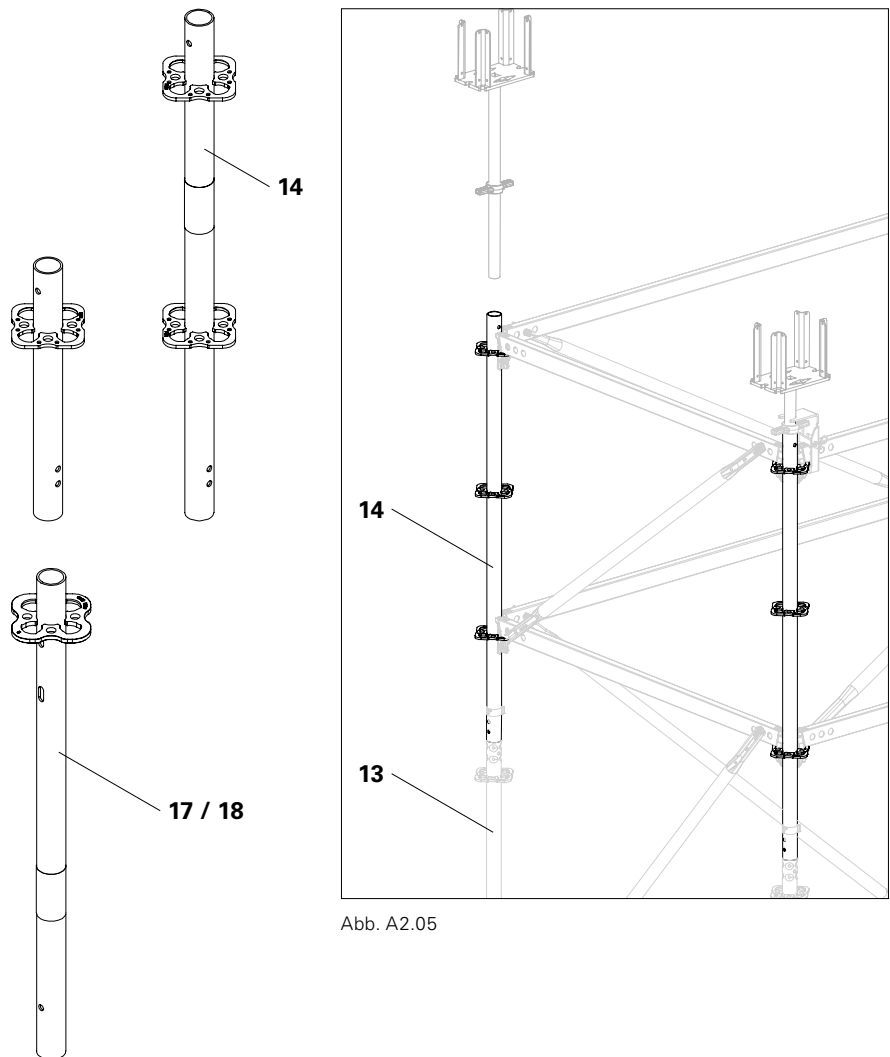

Abb. A2.05
1. Kopfstiel UVH-2 (14) auf Vertikalstiel UVR-2 (13) stecken.
2. Absteckbohrungen zueinander ausrichten. (Abb. A2.05)